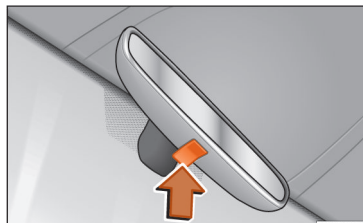

Рис. 111 Салонне дзеркало з ручним затемненням.
- Щоб затемнити дзеркало, натисніть кнопку на дзеркалі >>> **рис. 111** (стрілка).